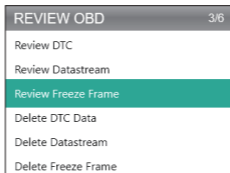

Figura 5.1.3
3. Selecciona Revisar OBD y presiona [OK]. Aparecerán seis opciones en la pantalla (Ver la Figura 5.1.3), como revisar DTC, Datastream, Freeze Frame y más.